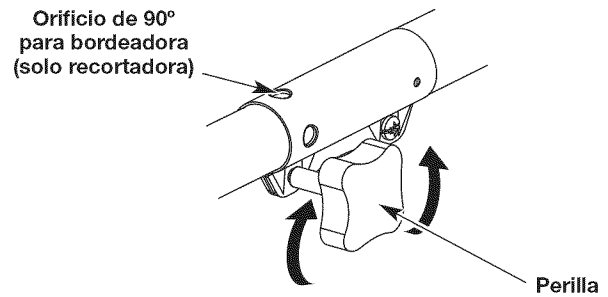
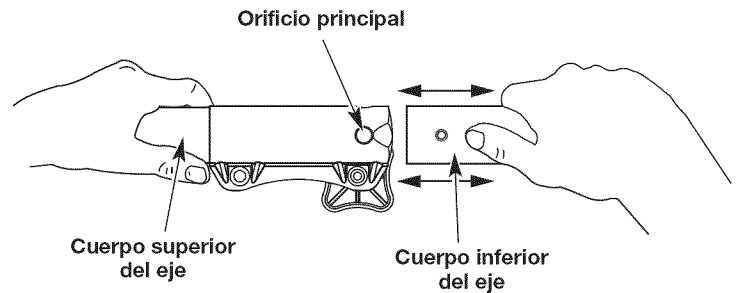

Fig. 4
Fig. 6
1. Para aflojar, gire la perilla en sentido contrario a las agujas del reloj (Fig. 4).
3. Para apretar, gire la perilla en el sentido de las agujas del reloj (Fig. 4).
**PRECAUCIÓN:** Antes de operar esta unidad, cerciórese de que el botón de liberación esté completamente encajado en el orificio principal (Fig. 6) y de que la perilla (Fig. 4) esté bien apretada.
Para hacer cortes (orillados) decorativos con el accesorio de corte del cabezal de línea, trabe el botón de desconexión del accesorio en el interior del orificio de 90° (Fig. 4).
3. Sujetando el cuerpo del eje superior, tire directamente del accesorio de corte o de cualquier otro accesorio para sacarlo del acoplador Convertible™ (Fig. 6).